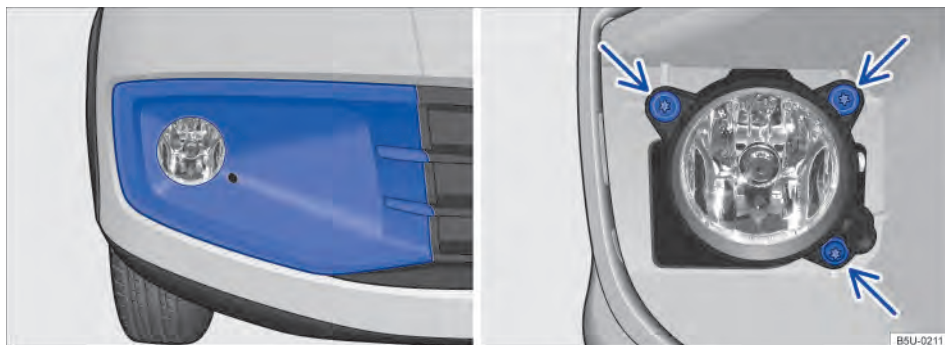

Fig. 190 No para-choque dianteiro à direita: desinstalar o farol de neblina.
2. Retirar a cobertura do para-choque ⇒ Fig. 190 (região azulada), puxar no sentido para frente.
3. Remover os parafusos de fixação ⇒ Fig. 190 -setas-.
14. Recolocar e apertar os parafusos de fixação ⇒ Fig. 190 -setas-.
15. Encaixar a cobertura do para-choque ⇒ Fig. 190.